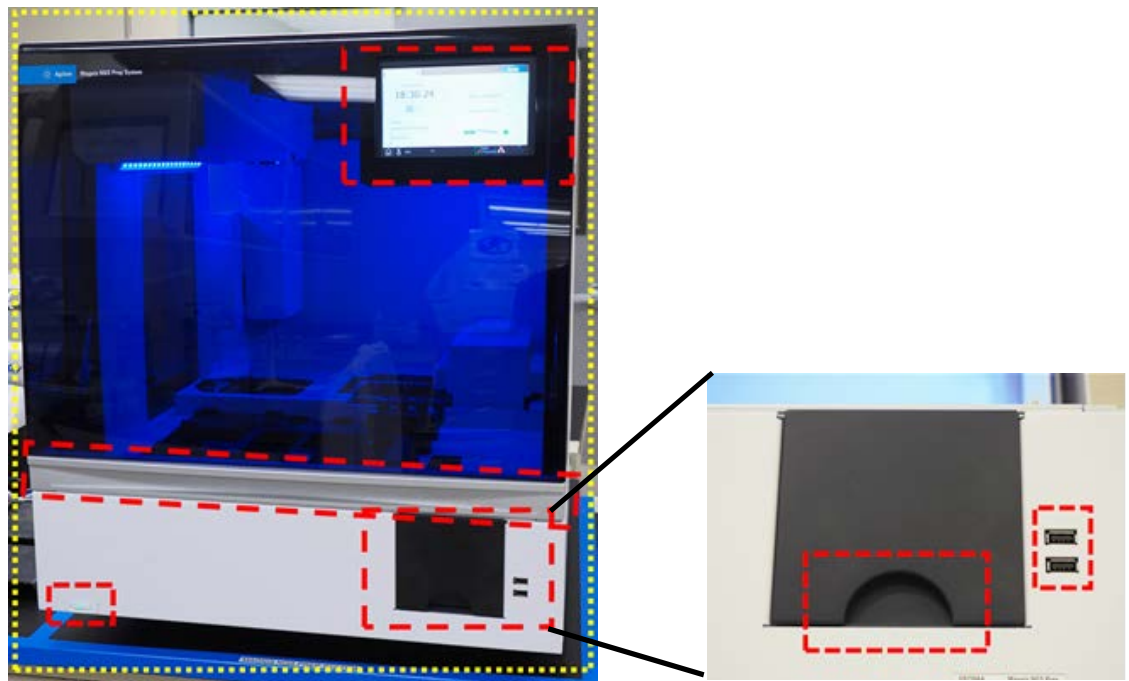

图 33 要擦拭的仪器正面的外表面
- b 仪表外部 – 前面：** 关闭仪器门。用经过 70% 异丙醇弄湿的实验室擦巾，轻轻擦拭图 33 中用黄色和红色勾勒出的表面区域。这些区域包括触摸屏、电源按钮、垃圾箱门（包括用于协助打开 / 移除操作时的凹陷部位）和前面的有机玻璃。拉出垃圾箱抽屉，擦拭垃圾箱的内部。擦拭 USB 端口周围区域（不要弄湿电气接触点）。所有用黄色勾勒出的区域都需要擦拭。用红色勾勒出的区域需要特别注意并仔细清洁。